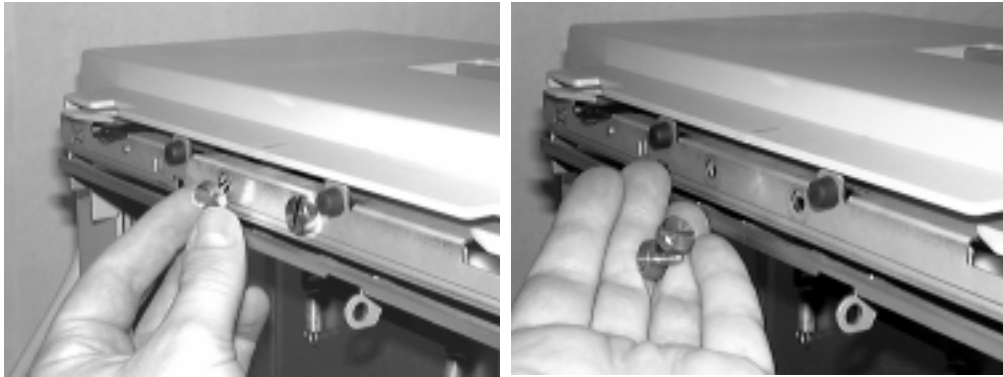

Abbildung 4-61 Herausdrehen der Schrauben
7. Ertasten Sie mit der anderen Hand die beiden Druckschrauben auf der Rückseite der HLZ-Einheit, wie in Abbildung 4-61 gezeigt. Drehen Sie diese beiden Schrauben heraus (gegen den Uhrzeigersinn) und legen Sie sie beiseite.